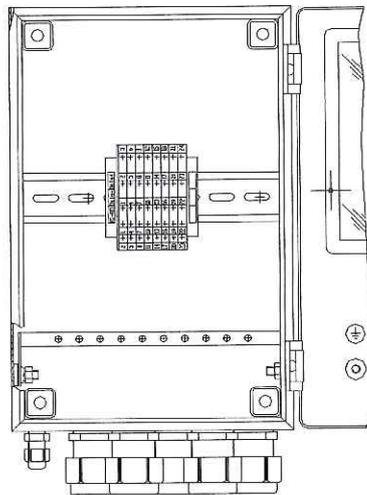

Рисунок 7 – Шкаф сигнальный
5.6 Шкаф сигнальный (см. рисунок 7) предназначен для передачи сигнала RS-485 к КСО. Для установки шкафа необходимо закрепить его на стену. Разметка для крепления сигнального шкафа представлена на рисунке 8.